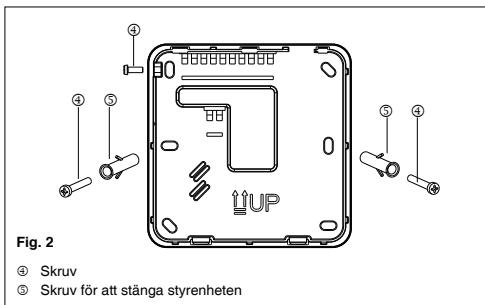

Fig. 2
- Avlägsna låsskruven i den övre vänstra sidan för att separera enheten från styrenheten (Fig. 2). Montera enheten på väggen och markera borrhålen.
- Stäng styrenheten med dess lock. Skruva åt locket med skruven som har tagits bort tidigare (Fig. 2).